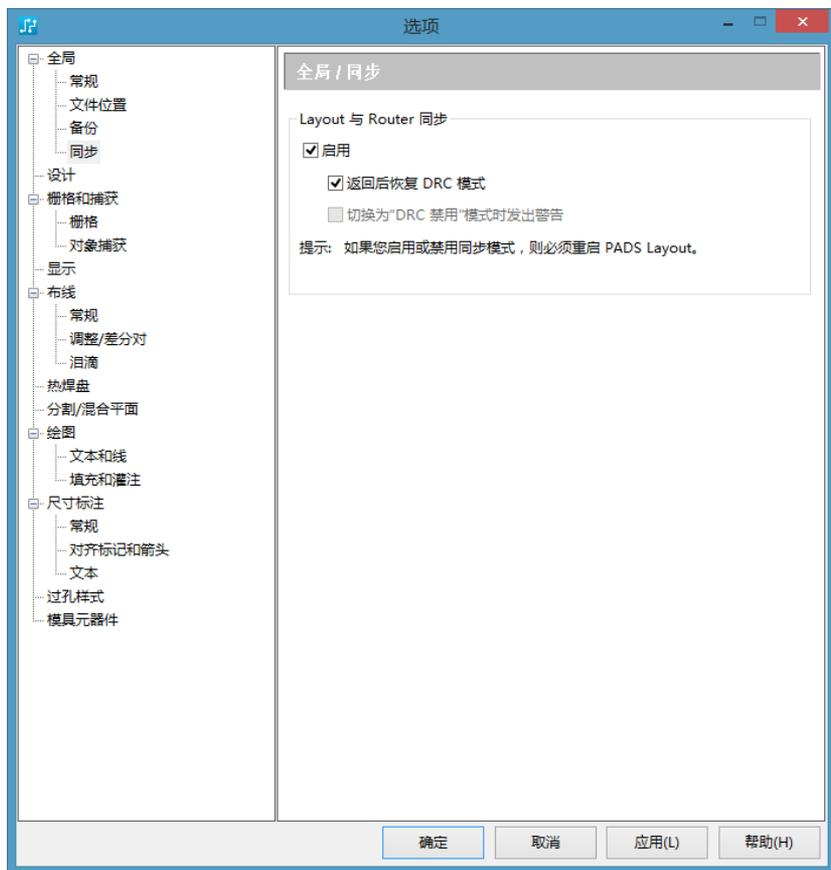

图 11-62 开启同步功能
(1) 在 Layout 的菜单栏中执行“工具”“选项”“全局”“同步”选项卡，界面如图 11-62 所示。勾选“Layout 与 Router 同步”区域中的“启用”复选框，然后单击“确定”按钮重启 Layout。
(2) 在 Layout 中进行规则设置并完成布局以后，布线则可以采用布线器 Router 来方便快